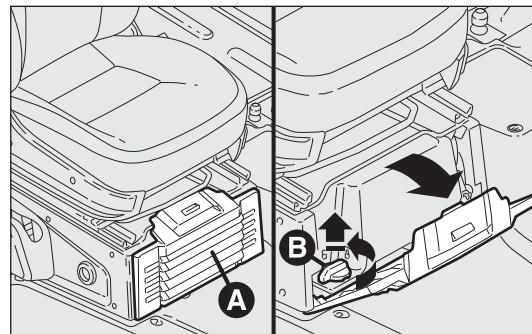

fig. 92
- ☐ Abra la tapa A y sáquela tal como muestra la fig. 92;